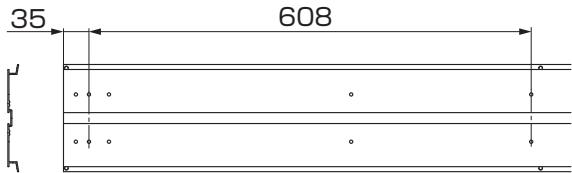

図5-3 フレーム本体ベースB
- ② 笠木ベース (接続用) をスライドしフレーム本体ベースBに図5-3、図5-4を参照し穴位置を合わせてください。
- ③ 笠木ベース (接続用) を本体、後側パネルの溝にはめ込み [3-1]、[3-2] で本体に取付けてください。
- ④ フレーム本体ベースBをサブ柱に [5-1] で取付けてください。